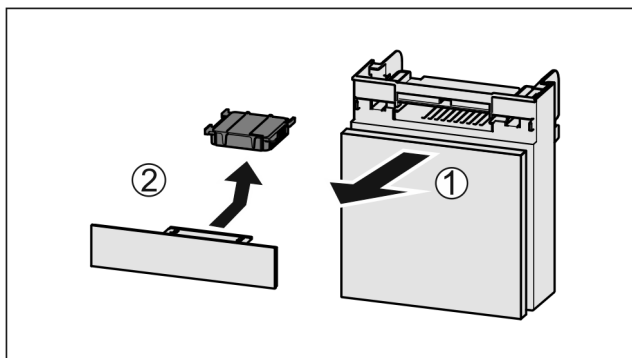

Fig. 39
- Вытянуть Fig. 39 (1) отделение движением вперед.
- Извлечение Fig. 39 (2) фильтра с активированным углем.